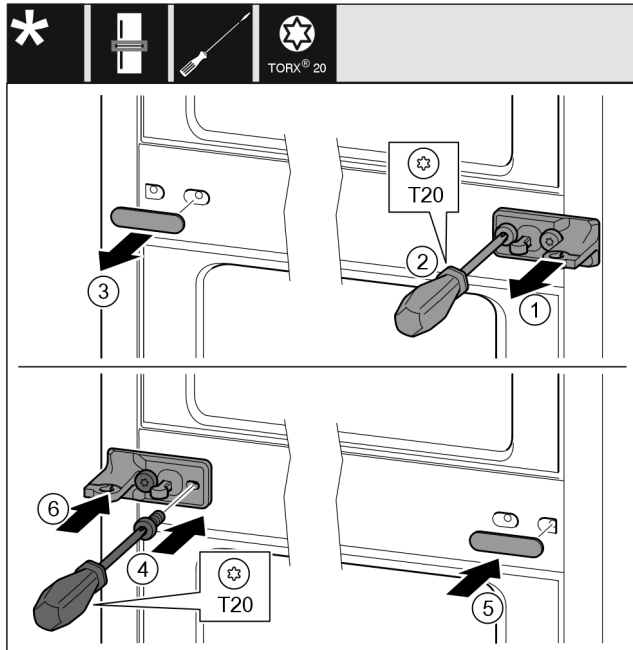

Fig. 40
- ▶ 拆下垫片 Fig. 40 (1)。
- ▶ 用螺丝刀将螺钉 Fig. 40 (2) 旋开。
- ▶ 小心拆下盖板 Fig. 40 (3)。
- ▶ 将带薄膜的托架 Fig. 40 (4) 旋转 180° 至另一侧拧紧。
- ▶ 将盖板 Fig. 40 (5) 旋转 180° 至另一侧装上。
- ▶ 从前面推入垫片 Fig. 40 (6)。